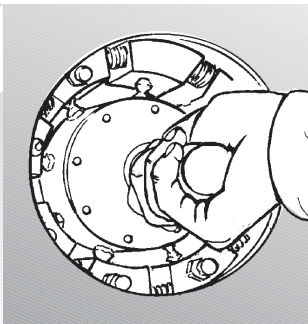

Рис. 3
- Закрывать эталонные кулачки полностью, пока упоры не будут заблокированы на своих местах (рис. 3). Удалить инструмент. Теперь кулачки готовы к работе (рис. 4).